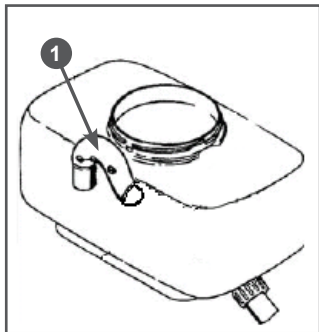

Рис. 16 Установка воздушной трубки
8. Вставьте воздушную трубку 1 (Рис. 16) в бак для химикатов.